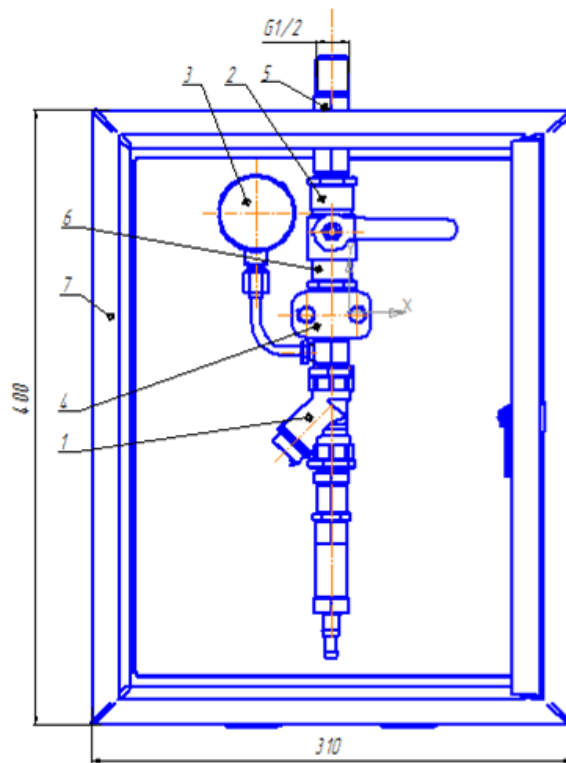

Рис. 1. Пост газопитания ПГГ-20-з
4.1 Внешний вид поста показан на рис. 1